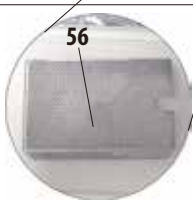

Fig. 40
- Stația de parafină trebuie să fie scoasă pentru a fi umplută. Aceasta are un capac (55) pentru o mai bună izolare termică și ca protecție împotriva stropirii. Capacul are două orificii, pentru a fi mai ușor de scos.
**Dacă stația de parafină a fost scoasă, acest lucru este indicat de o margine roșie (Fig. 40) de pe ecranul SMART.**
- Verificați și curățați sita (56) săptămânal.